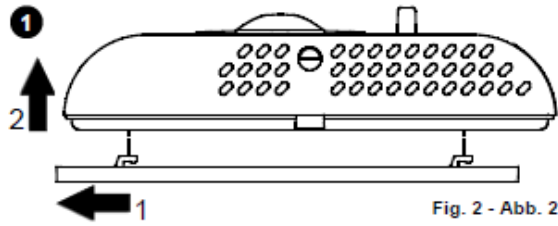

Fig. 2 - Abb. 2
- ① -Lossa plattan som är fäst på termostatbotten genom att trycka den till vänster. Detta frigör hakarna som visas i fig. 2.